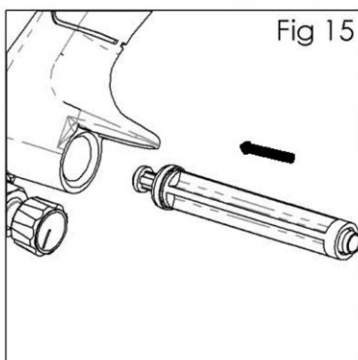

Fig 15
13. Acomode el asiento de válvula (19) en el cuerpo de la pistola. (Ver Fig. 15).